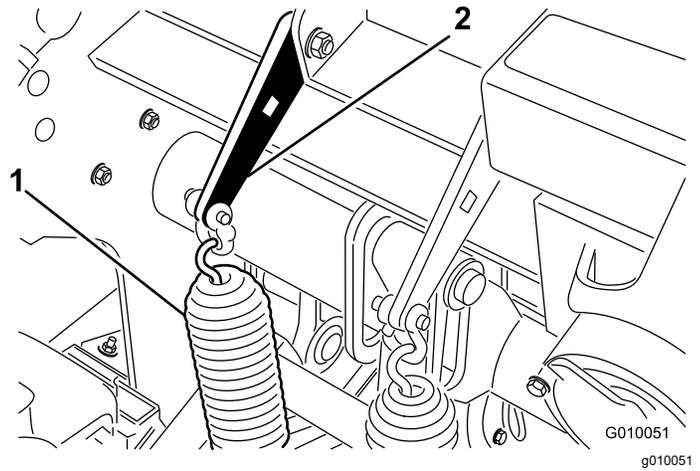

Bild 27
2. Lösen Sie die Muttern der Schlossschrauben, mit denen die Federhalterungen am Aerifizierkopf befestigt sind (Bild 27). Entfernen Sie diese jedoch nicht!